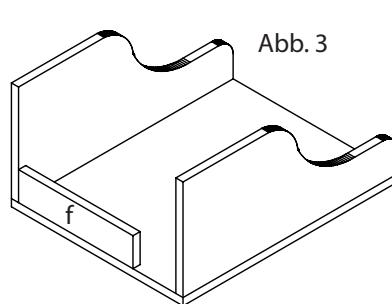

Abb. 3
4. Die Rückwand (f) wie abgebildet auf der Grundplatte (a) sowie am Seiten teil (c) festleimen. (Abb. 3)